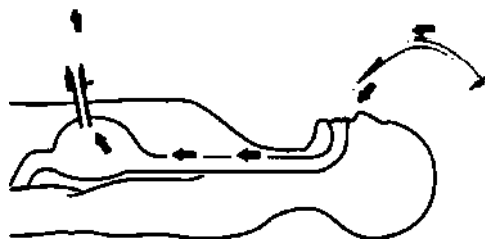

Рис. 13.
- Разместите зонд в желудке, медленно вытягивая дистальный конец двойной нити (Рис. 13).